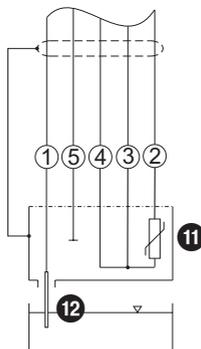

Fig. 7
L'électrode de mesure de conductibilité LRG 16-9 est dotée d'un connecteur de capteur M 12, 5 pôles, code A, affectation **Fig. 7**. Un câble de commande préconfectionné (avec fiche et prise) est disponible dans différentes longueurs comme accessoire pour raccorder l'électrode.
- Si le câble de commande préconfectionné n'est pas utilisé, il convient de raccorder au câble de raccordement une prise blindée conformément au plan de raccordement **Fig. 7**.